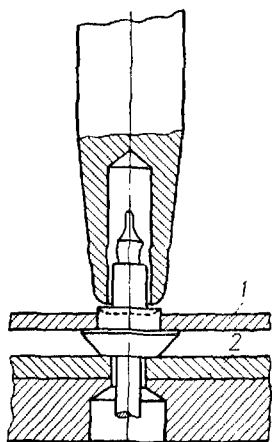

Рис. 163. Закріплення балансу на осі:
9. На рис. 163 показано метод закріплення балансу на осі за допомогою пуансону. При насадці на вісь баланс встановлюється на сталюму ковадлі (додаток 1—Б, 11, 12).